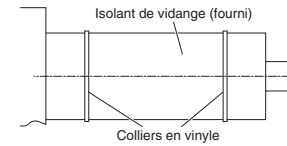

Fig. 3-25
- (2) Avoir vérifié la vidange, enrouler la garniture fournie et l'isolant de tuyau de vidange autour du tuyau, puis le fixer avec les colliers fournis. (Fig. 3-25)